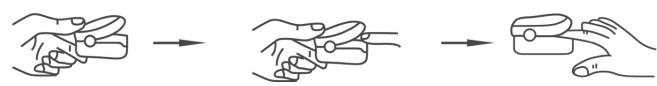

Figura 5 Puneti degetul în poziție
1. Degetul trebuie așezat corect (a se vedea ilustrația atașată acestui manual, Figura 5), în caz contrar poate duce la măsurători inexacte.
2) Deschideți clemă așa cum se arată în Figura 5.